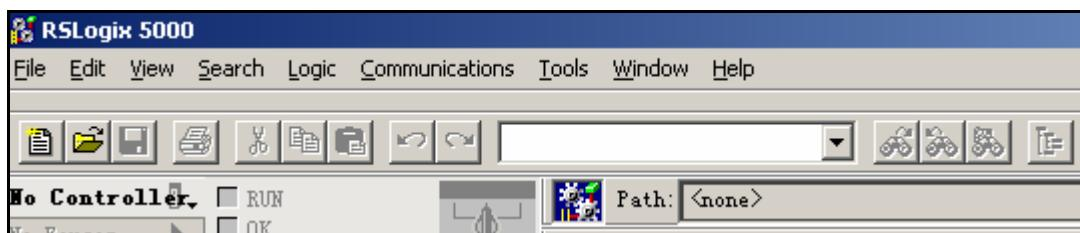

图 4-75 RSLogix5000 启动界面
5. 单击 *Start->Program->Rockwell Software->RSLogix 5000 Enterprise Series->RSLogix 5000*，启动 RSLogix5000，如图 4-75 所示。